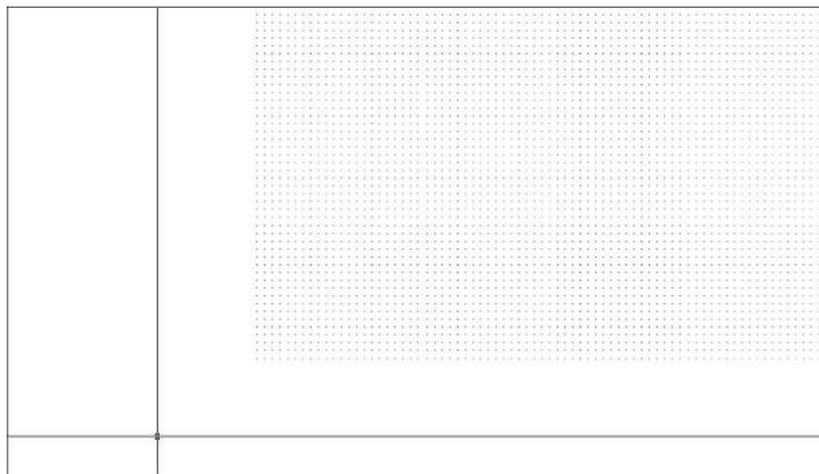

Рис.6 Сетка после увеличения границ чертежа
4. Как только вы введете координаты правого верхнего угла, сетка существенно увеличится в размере, выйдя за пределы области черчения (рис.6). Как вы уже знаете, для того, чтобы увидеть всю сетку, нужно увеличить масштаб изображения. Для этого можно воспользоваться инструментами **Уменьшить (Zoom In)** или **Зумировать в границах (Zoom Extents)**, но мы в этот раз для применим инструмент **Зумировать все (Zoom All)**.